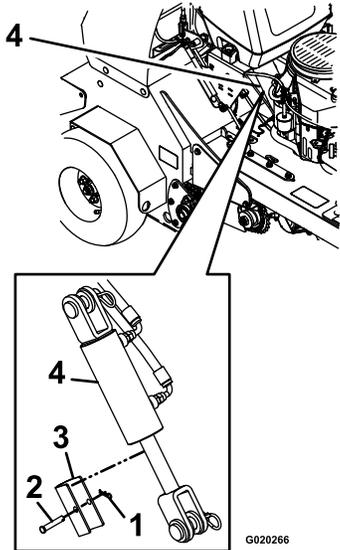

Figura 8
10. Retire y guarde el pasador, la chaveta y el tope del cilindro, según se muestra en Figura 8.